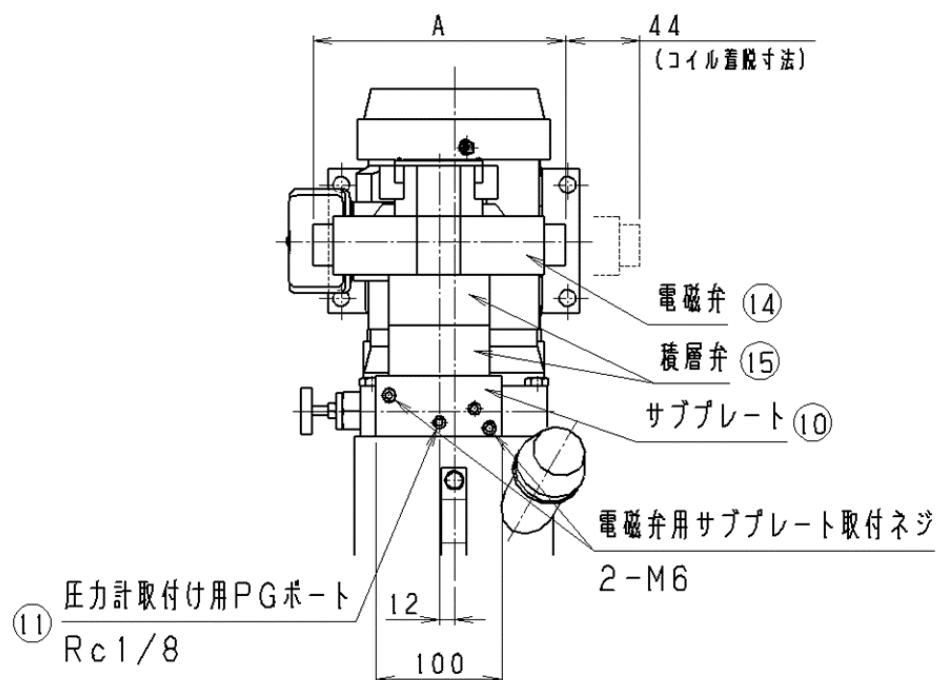

図5 正面図
5-2 オプション品 (図5、6、7参照)
- (1) 回路内の圧力確認の為に、圧力計を取り付ける事を推奨します。
- (2) 本機オプション品（電磁弁付き）には、Pポートの圧力を確認する為のRc1/8の圧力計取付けポートがあります。（図5参照）
- (3) 圧力計取付けポートにチェック弁付きカプラを取付け、必要時のみ圧力測定を行う様にすれば、圧力計の数量が少数で、しかも圧力計の耐用年数も延ばす事ができます。
- (4) 静電防止及び感電防止の為に、端子箱または、モーターベースにあるアース端子にアース線を接続して下さい。
- (5) アンロード弁設定圧力範囲内では、ポンプの騒音、振動、脈動が非常に大きくなりますので、無負荷運転時は、できる限り低い圧力で使用する事をお勧めします。
- (6) バルブブロック（図2）及び、電磁弁用サブプレート（図5）には数ヶ所、六角穴付きプラグ（詰栓）がありますが、R₁、R₂ポート、圧力計取付けポート以外は、運転中又は、停止時においても絶対に緩めないで下さい。本機の機能を損なう事があります。
- (7) 使用条件により、かなり油温が上昇する事があります。特にリリーフ弁の長時間作動や流量制御は発熱の原因となります。できるだけ60°C以下の油温でご使用下さい。この油温を越える時は、運転条件を楽にするか補助タンクやクーラーを別に取付ける様にして下さい。
- (8) アンロード弁の切り換り過渡状態での長時間使用は、極端な油温の上昇のほかポンプ寿命を短くしますので使用しない様にして下さい。